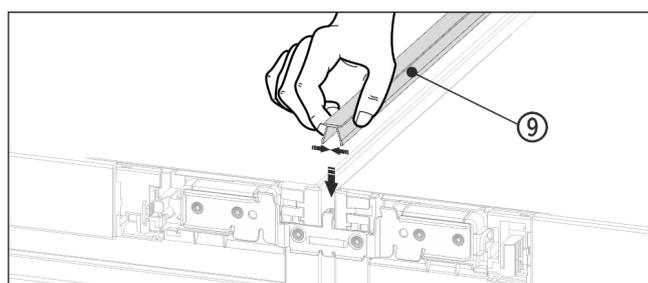

Fig. 25
- ▶ 在表面，将短护板条 Fig. 25 (9) 压入水平缝隙中。